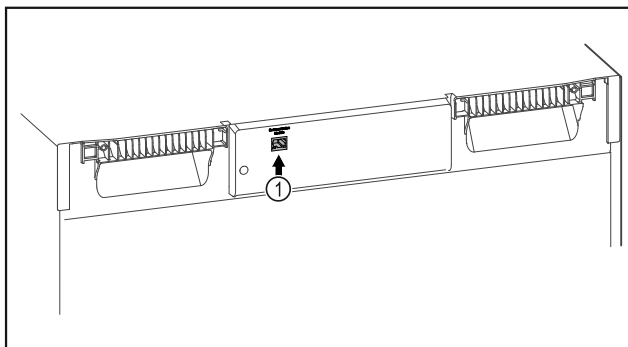

Fig. 108
- ☐ Το SmartModule Fig. 108 (1) χρησιμοποιείται.